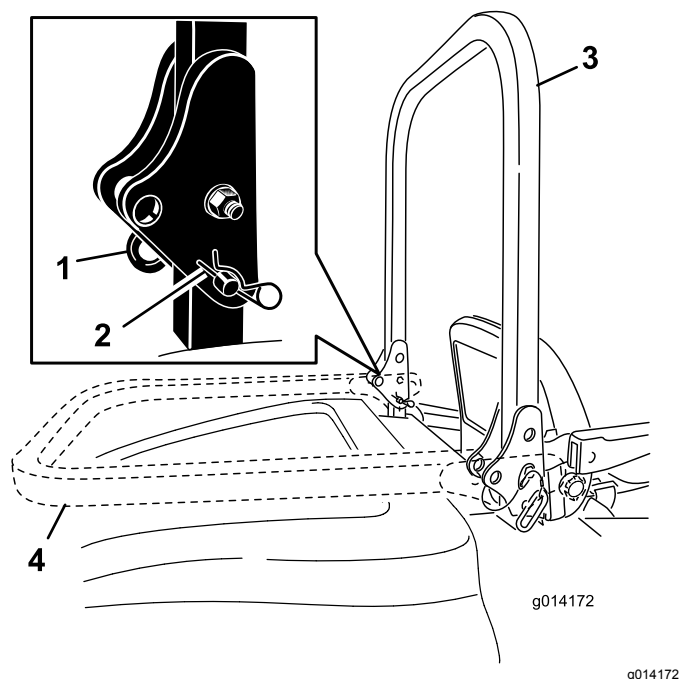

図 21
1. 保護バーを降ろすには、ヘアピンコッターを抜き、スプリングに逆らって保護バーを前に倒し、ピン2本を引き抜く 図 21。
2. バーを降ろす(図 21).
3. ピン2本を取り付け、ヘアピンコッターで固定する図 21。
4. 保護バーを立てるには、ヘアピンコッターを外して、ピン2本を抜き取る図 21。
5. 横転保護バーを立て、ピン2本で固定し、ピンが外れないようにヘアピンコッターで固定する図 21。